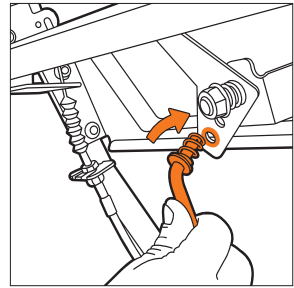

Рис. 32
- Подсоедините штангу к рычагу выбора передач на панели оператора (Рис. 32) и зашплинтуйте ее.